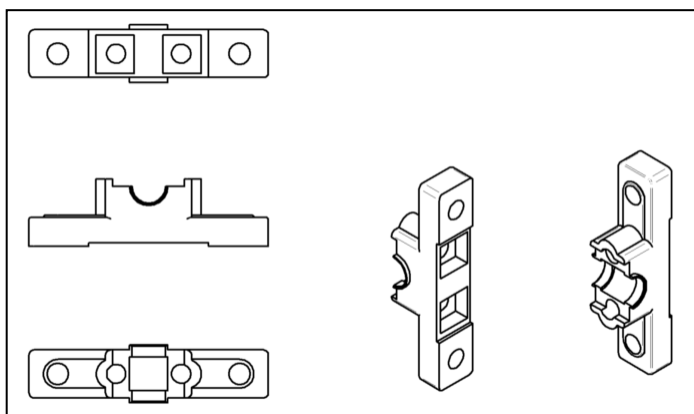

图 4.7.1 范例 1
本范例是一个轴承座的工程图视图制作范例，通过本例的学习，读者可以熟悉创建基本视图的一般操作步骤，本范例创建结果如图 4.7.1 所示。
- (1) 单击 **图纸视图** 区域中的 **主视图** 命令，系统弹出“主视图”命令条。
- (2) 选择上一步创建的轴测图，在其正右方合适的位置单击，生成投影视图，如图 4.7.1 所示。